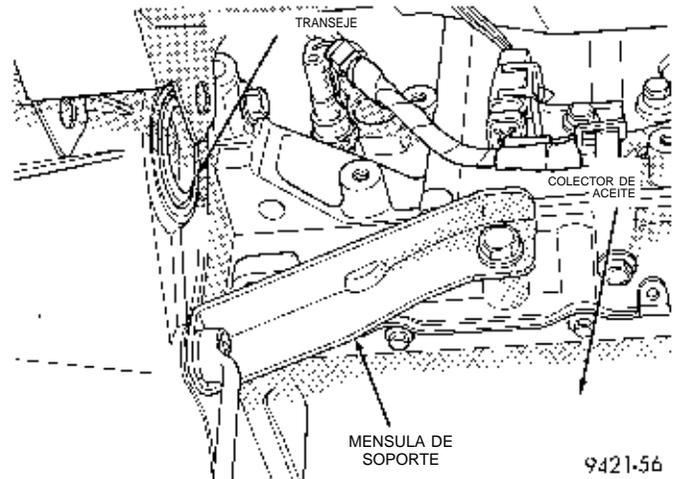

Fig. 28 Desmontaje del soporte
- (18) Retire del motor y del transeje el montante de curvatura lateral trasero del transeje (Fig. 28).